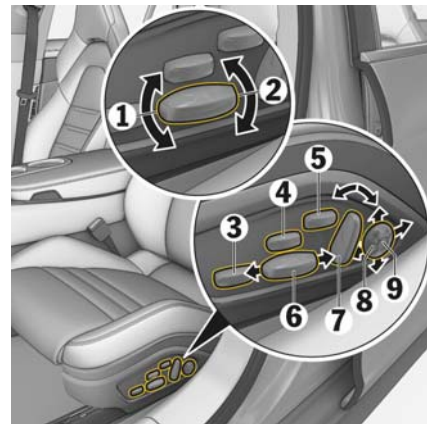

図 54：フロント・シートの電動調節
1. 動作させるシートのボタン 9 (図 54) を押してください。